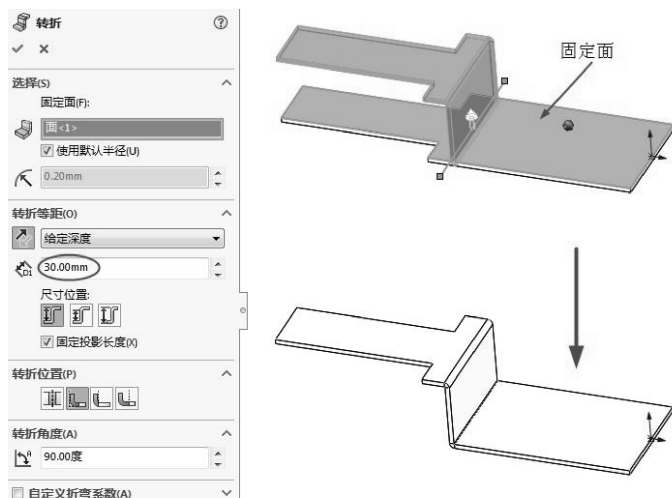

图 6-49 创建转折
- 05 创建转折。单击【钣金】选项卡中的【转折】按钮, 弹出【转折】属性面板, 选择基体法兰右侧上表面作为固定面, 并在【转折等距】选项区中选择【给定深度】方式, 输入深度值为 30mm, 其余参数采用系统默认设置, 创建转折, 如图 6-49 所示。